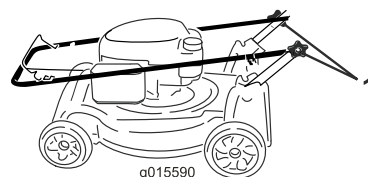

Figura 33
1. Allentate le manopole della stegola finché non riuscite a muovere liberamente la stegola stessa (Figura 33).
1. Manopola della stegola (2)
2. Piegate la stegola in avanti come mostrato nella Figura 33.